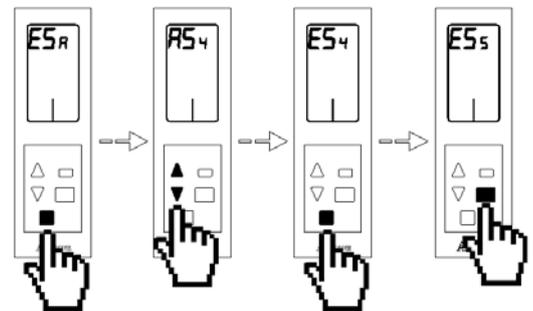

Fig. 100
- **Asociar una salida de control secundaria:** Si desea añadir una salida de control más, seleccione R y pulse el botón de confirmación para acceder al menú de asociación (Fig. 100). Si no le aparece esta opción significa que no hay salidas disponibles para asociar.
Mediante las flechas Δ / ∇ indique el valor que desea asociar y pulse el botón de confirmación . A continuación, el menú le mostrará el valor de la siguiente salida disponible. Si le muestra el valor n indica que no hay más salidas disponibles en el sistema. Si no desea asociar otra salida, pulse el botón salir para volver al menú anterior. (Fig. 100)